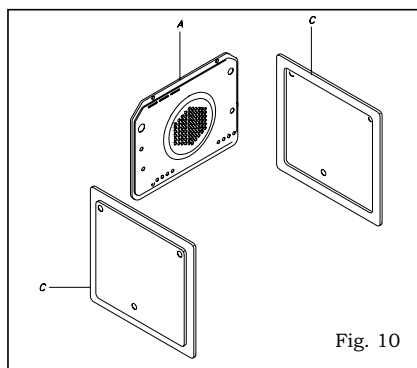

Fig. 10
- Fig. 10
- 1) Fissare il pannello (A) con 4 viti autofilettanti.
- 2) Appoggiare i pannelli (C) ai fianchi del forno, posizionare sopra le griglie tolte in precedenza e riagganciare.